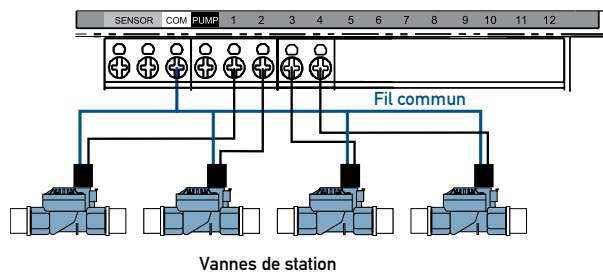

Figure 14: Branchement du fil d'asperseur
- Branchez chaque fil d'asperseur (sauf le fil « commun ») dans une borne de station distincte (numérotée au-dessus de chaque vis de borne) en introduisant complètement le fil dénudé sous chaque vis de borne. [Voir figure 14]